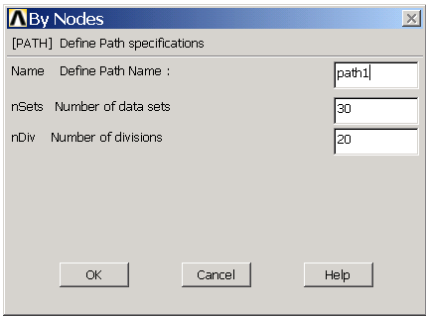

图6.36 按节点定义路径
(1) 将光盘目录 “\ch06\data\” 中的文件复制到工作目录, 启动 ANSYS, 单击工具栏上的  按钮, 打开数据库文件 “beam.db”。
(2) 单击 Main Menu>General Postproc>Read Results>Last Set 菜单, 读取最后一个子步结果。
(3) 单击 Main Menu>Preprocessor>Path Operations>Define Path>By Nodes 菜单, 弹出图形拾取对话框, 依次在图形视窗中选择路径经过的节点, 然后单击【OK】按钮, 接着弹出如图 6.36 所示的【By nodes】对话框。